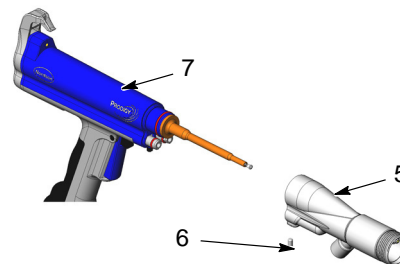

Figure 3 Dépose de l'adaptateur
5. Voir la figure 3. Desserrer la vis de blocage (6) dans le bas de l'adaptateur.
6. Tirer l'adaptateur bien droit hors du corps du pistolet (7).
5. Voir la figure 3. Monter l'adaptateur (5) sur le corps du pistolet (7). Serrer la vis de blocage (6).